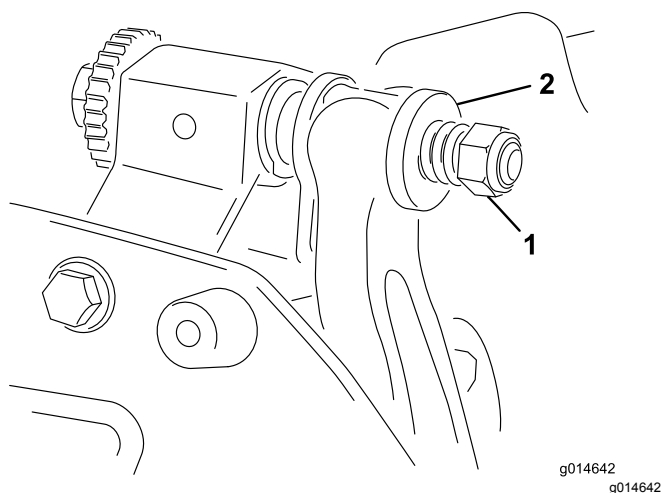

Figura 21
5. Serrate il dado di tensionamento della molla finché questa non è a riposo, quindi allentatelo di mezzo giro (Figura 21).